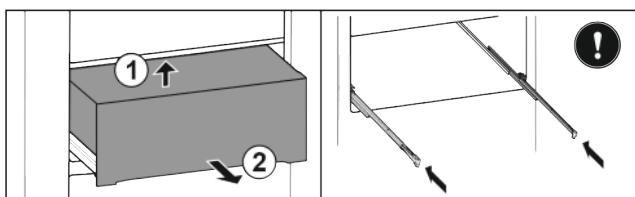

Fig. 36
- Поднимите выдвижной ящик сзади снизу Fig. 36 (1).
- Извлеките движением вперед Fig. 36 (2).